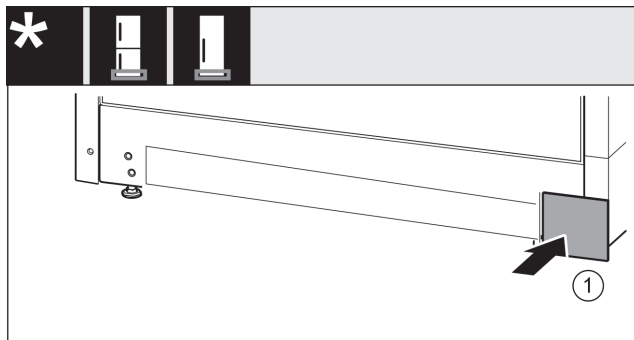

Fig. 15
- ▶ Ostonę założyć ponownie z drugiej strony. Fig. 15 (1)